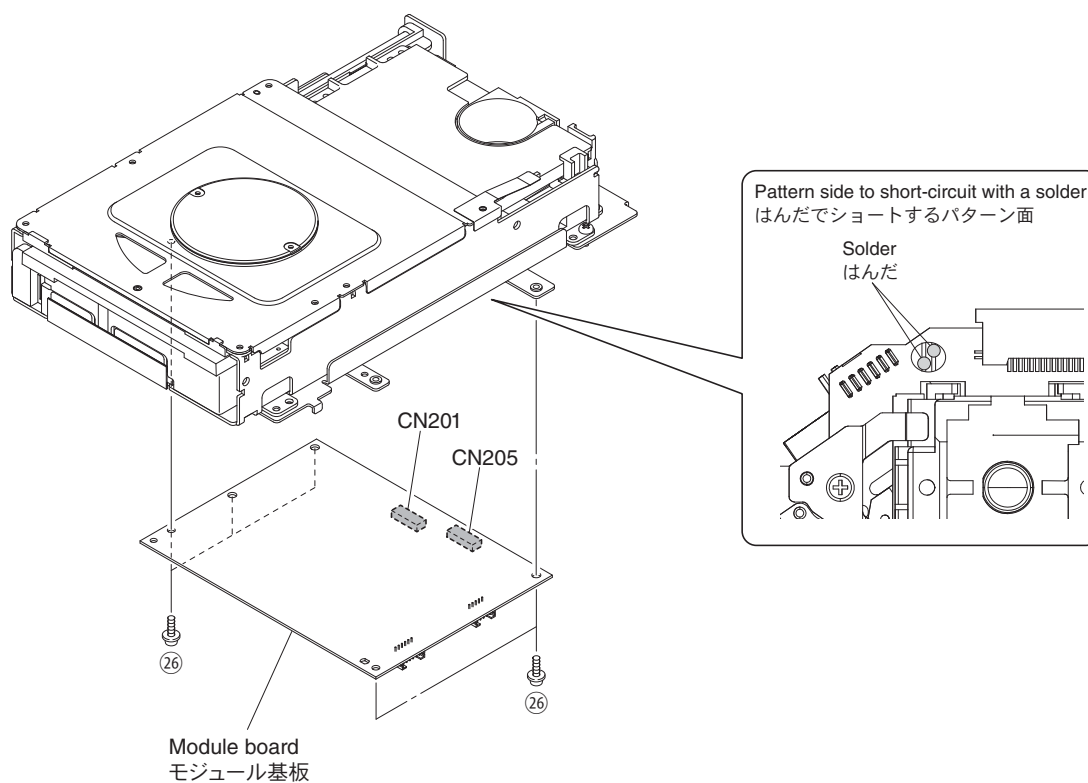

Fig. 11
- a. Solder the lands in the P.C.B. of the loader mechanism unit with the anti-static soldering iron. (Fig. 11)
- b. Remove CN102 and CN103. (Fig. 11)
- c. Remove 5 screws (26). (Fig. 11)
- d. Remove the module board. (Fig. 11)
- a. ローダーメカユニットのP.C.B.上の端子間を静電気対策はんだこてを使用してショートします。(Fig. 11)
- b. CN201、CN205を外します。(Fig. 11)
- c. 26のネジ5本を外します。(Fig. 11)
- d. モジュール基板を外します。(Fig. 11)